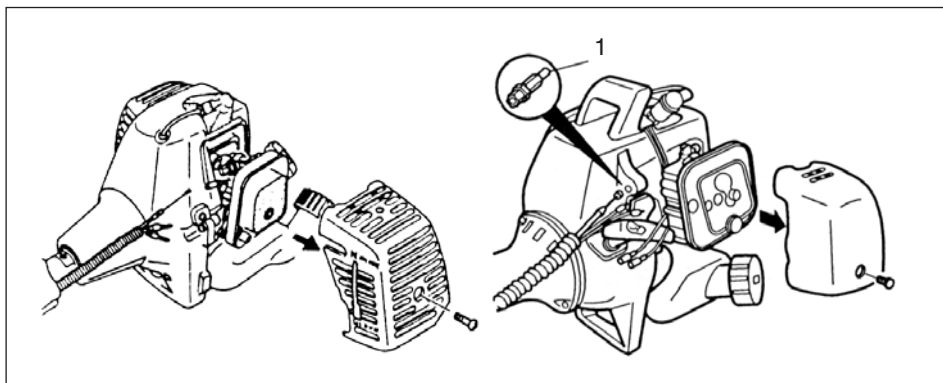

Fig. 1-4
Rimuovete il coperchio del filtro dell'aria. (Fig. 1-4)
Far passare l'estremità del ricevitore (1), (se presente), nel guida-filo e mettere il filo dell'acceleratore attraverso il ricevitore esterno. (Fig. 1-4)